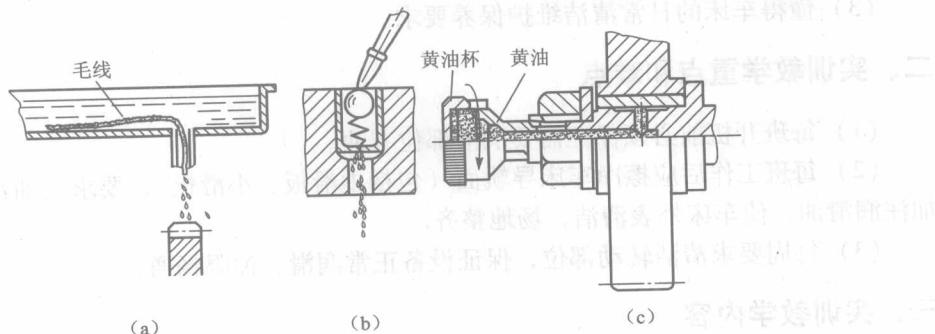

图1-1 三种常见润滑方式图
(1) 浇油润滑通常用于外露的滑动表面，如床身导轨面和滑板导轨面等。
(2) 溅油润滑通常用于密封的箱体中，如车床的主轴箱，它利用齿轮转动把润滑油溅到油槽中，然后输送到各处进行润滑。
(3) 油绳导油润滑通常用于车床进给箱和溜板箱的油池中，它利用毛线吸油和渗油的能力，把机油慢慢地引到所需要的润滑处，见图1-1(a)。
(4) 弹子油杯注油润滑通常用于尾座和滑板摇手柄转动的轴承处。注油时，以油嘴把弹子撤下，滴入润滑油，见图1-1(b)。使用弹子油杯的目的，是为了防尘防屑。
(5) 黄油(油脂)杯润滑通常用于车床挂轮架的中间轴。使用时,先在黄油杯中装满工业油脂,当拧进油杯盖时,油脂就挤进轴承套内,比加机油方便。使用油脂润滑的另一特点是存油期长,不需要每天加油,见图1-1(c)。
(6) 油泵输油润滑通常用于转速高,润滑油需要量大的机构中,如车床的主轴箱一般采用油泵输油润滑。